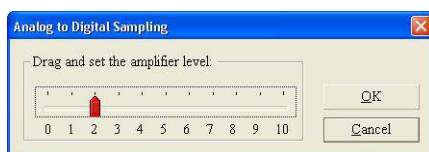

図. 5-9
4. メニューで **Scan**→**Service**→**Energy Scan** の順に選択すると、以下のフォームが表示されます。(図. 5-9) 倍率を選択して、**OK** をクリックしてスキャンを行います。  をクリックするとスキャンを中断します。